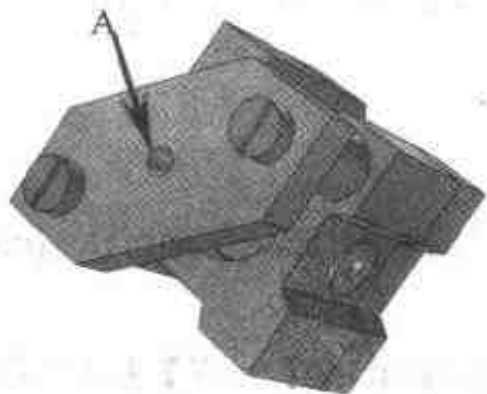

图 3.89 固定回转板
- (4) 按 F10 键，关闭【三维球】命令，结果如图 3.89 所示。
- (1) 单击【插入零件/装配】按钮，打开书附光盘\score\example\jixie\3\钻模装配\2 光面压块.ics 文件。
- (2) 在【设计树】里面选择【2 光面压块】, 然后单击【三维球】按钮, 右击三维球的中心, 选择【到中心点】命令, 单击如图 3.89 所示的圆周(A)。